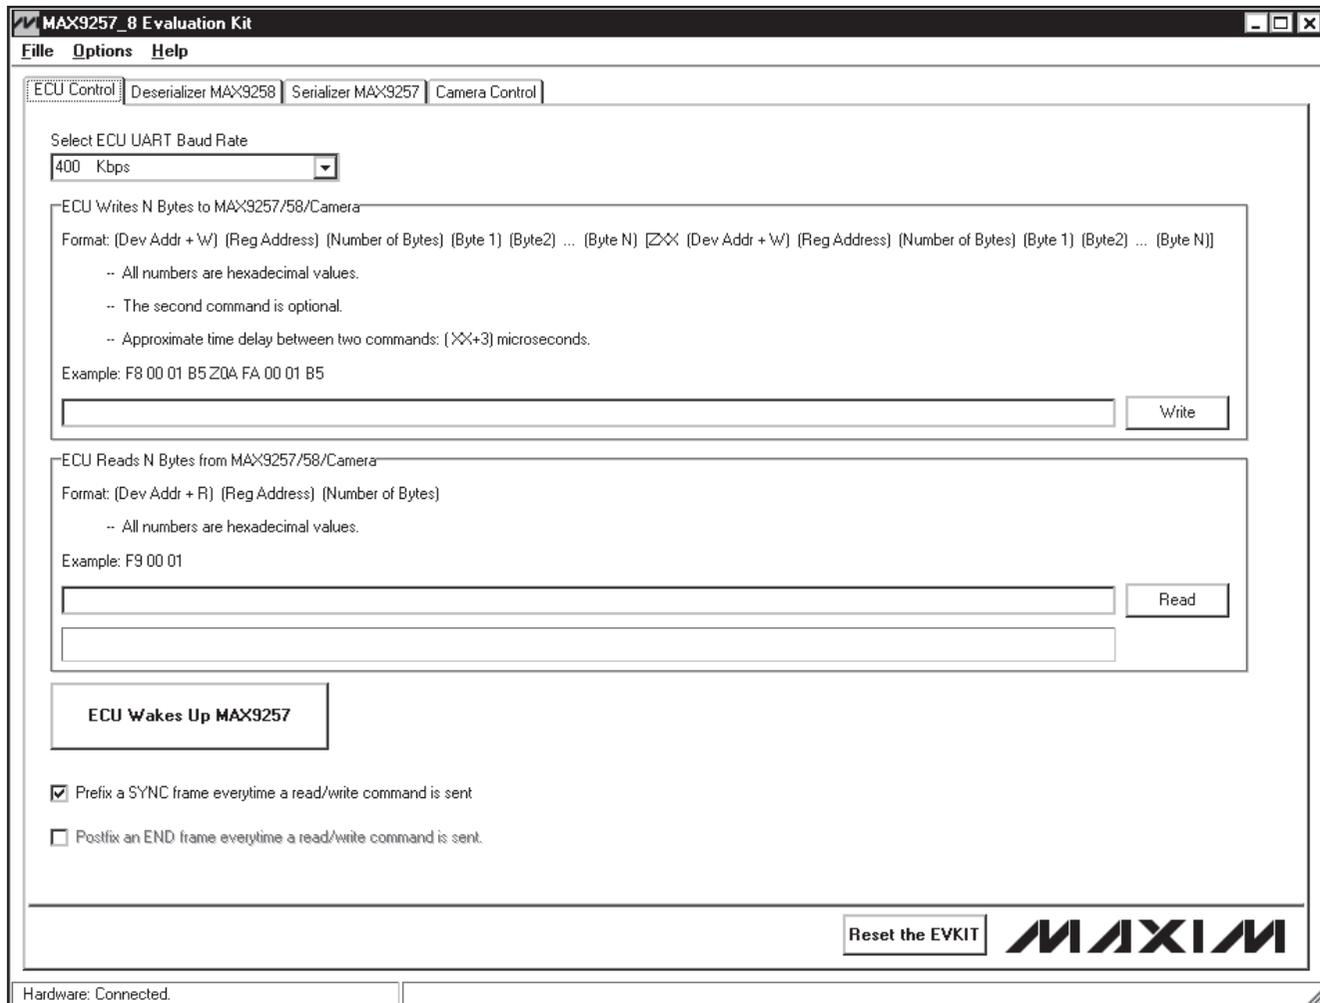

図3. MAX9257/MAX9258の評価キット用ソフトウェア—ECU Controlタブ
- 14) 次にソフトウェアのメインウィンドウが表示されることを確認してください(図3)。
ECU Controlタブシート(図3)を使用して、ECUによるMAX9258、MAX9257、およびカメラの設定を可能にすることができます。
- 1) プログラムを起動するか、またはECU Controlタブシート(図3)のReset the EVKITボタンをクリックしてください。